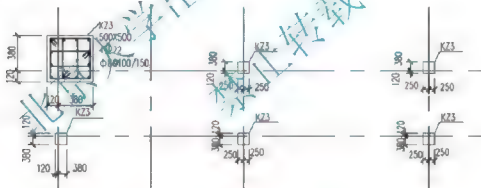

图 5.81 标注柱子截面尺寸
- ② 选择【主单位】选项卡，将测量单位的【比例因子】设置为“0.25”。
- ③ 将【1:25】标注样式设置为当前标注样式。
- ④ 标注①轴线与③轴线、①轴线与④轴线、④轴线与③轴线、⑦轴线与③轴线相交处柱子的截面尺寸，结果如图 5.81 所示。